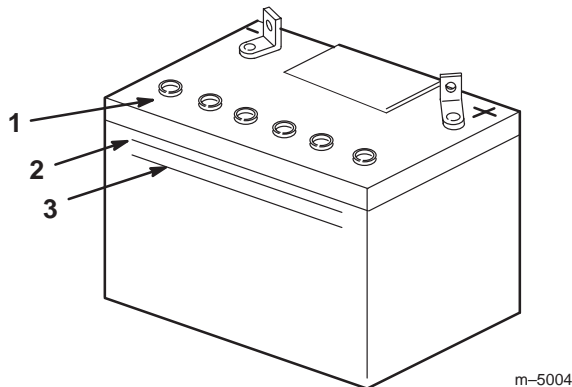

Bild 91
2. Sehen Sie sich die Seite der Batterie an. Der Füllstand muss bis zur **oberen** Linie reichen (Bild 91). Die Säure darf nicht unter die **untere** Linie fallen (Bild 91).
3. Nehmen Sie die Entlüftungsdeckel von der Batterie ab (Bild 91).
4. Gießen Sie langsam destilliertes Wasser in jede Batteriezelle, bis der Säurestand die **obere** Linie (Bild 91) am Batteriegehäuse erreicht.
5. Warten Sie nach dem Füllen der Batteriezellen fünf bis zehn Minuten. Gießen Sie bei Bedarf destilliertes Wasser in jede Batteriezelle, bis der Säurestand die **obere** Linie (Bild 91) am Batteriegehäuse erreicht.